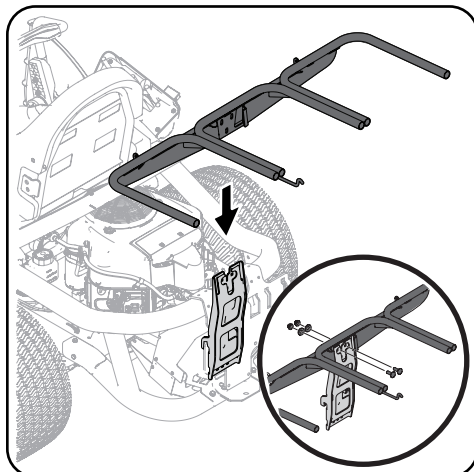

Figura 4-12
6. Abra la cubierta empujando hacia adentro las lengüetas del lado trasero con la mano (1), y elevando la cubierta con la otra mano en la parte trasera central de la cubierta de la embolsadora (2) como se indica en la Figura 4-12.